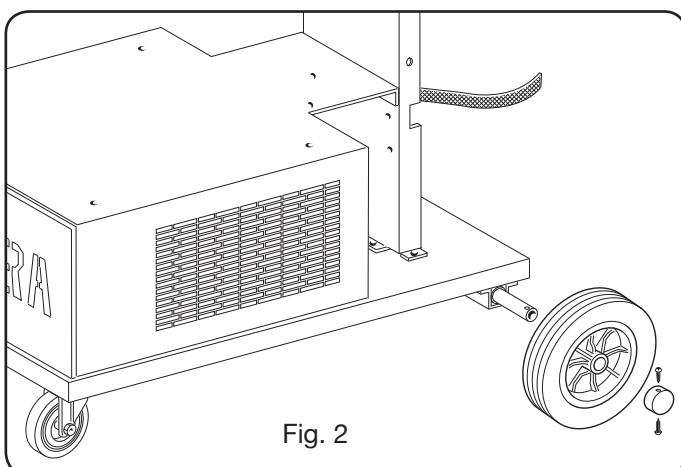

Fig. 2
- Sur tous les générateurs il faut monter les roues arrière après avoir introduit l'axe (fig. 2).